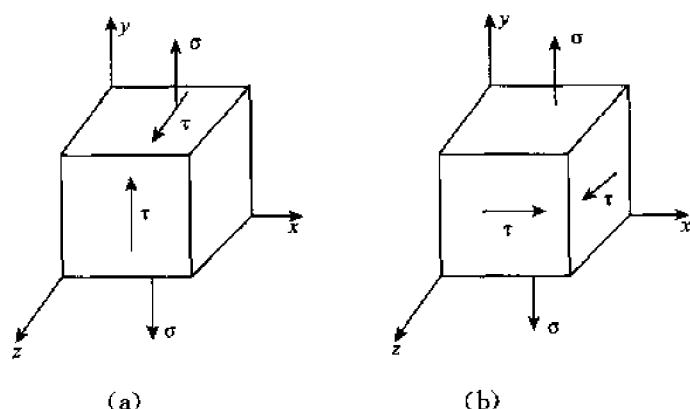

图 7-12
【例 7】 如图 7-12 所示两受力微体, 其中 $\sigma = 2|\tau|$, 并设为 σ 已知,
(1) 求各微体主应力 σ_1, σ_2 和 σ_3 之值;
(2) 设两微体材料相同, 根据第三强度理论判断哪种应力状态较危险? (北京航空航天大学, 2001 年)
解 (1) 对于图 7-12(a) 所示单元体, 在平面 yoz 上, 由主应力计算公式,
对于图 7-12(b) 所示单元体, 在平面上, 由主应力计算公式,
(2) 对于图 7-12(a) 所示应力状态, 由第三强度理论: $\sigma_{r3} = \sigma_1 - \sigma_3 = \sqrt{2} \sigma$
对于图 7-12(b) 所示应力状态, 由第三强度理论: $\sigma_{r3} = \sigma_1 - \sigma_3 = \frac{3}{2} \sigma$
显然, 图 7-12(b) 所示应力状态较危险。